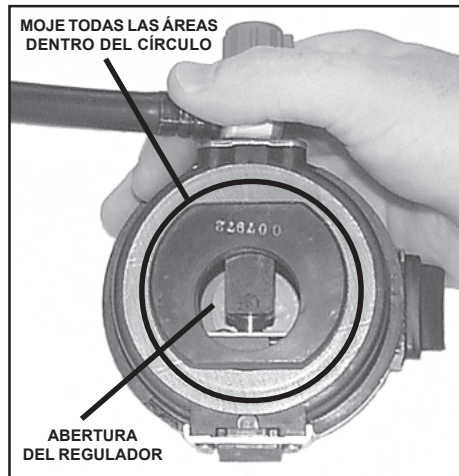

FIGURA 14
3. Inspeccione el interior de la unidad del regulador a través de la abertura del regulador (véase la Figura 14). Si presenta excesiva suciedad, envíela al personal autorizado y capacitado por SCOTT para una limpieza a fondo.
4. Oprima el interruptor para conservar aire y ponerse la unidad, cierre la perilla de purga haciéndola girar totalmente hacia la derecha. Use el limpiador desinfectante recomendado por SCOTT en la abertura del regulador y el área inmediata (véase la Figura 14). Asegúrese de cubrir totalmente los componentes internos.